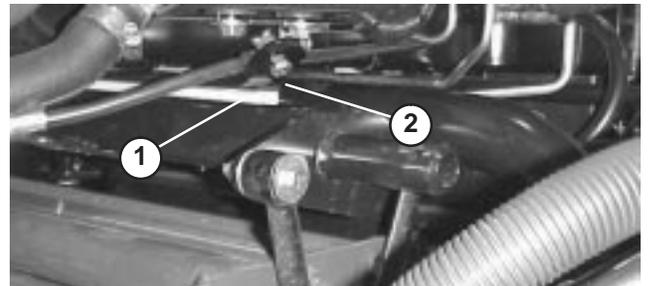
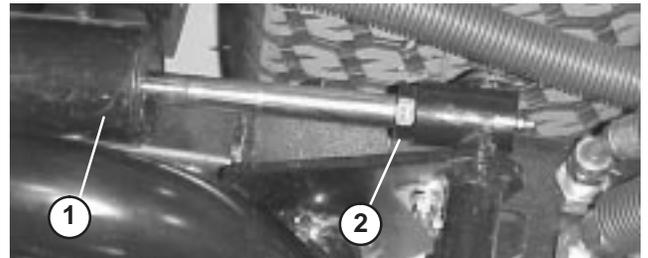

Figure 27
Figure 28
3. Mettez le moteur en marche, élevez les bras de relevage et vérifiez que l'écartement entre le segment d'usure en haut de la barre d'usure du plateau de coupe et la bride de butée est compris entre 0,5 et 2,5 mm (Fig. 27). Si ce n'est pas le cas, réglez le vérin arrière de manière à obtenir l'écartement voulu. Pour régler le vérin, abaissez les plateaux de coupe et reculez l'écrou de blocage sur le vérin (Fig. 28). En vous aidant d'une pince et d'un chiffon, tenez la tige du vérin près de l'écrou et tournez la tige. Relevez les plateaux de coupe et vérifiez l'écartement. Répétez la procédure au besoin. Serrez l'écrou de blocage de la chape.